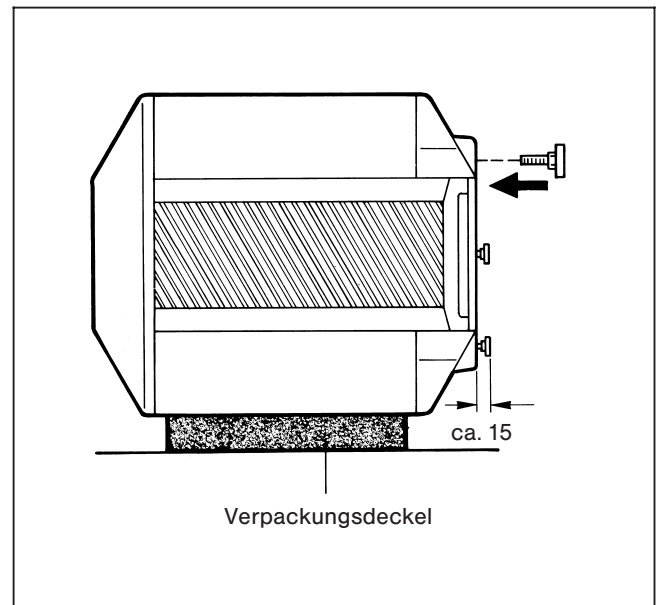

Abb. 3
- Verpackungsdeckel abnehmen und als Unterlage auf den Boden legen (Abb. 3).
- Speicher über die Kante der Bodenpalette mit der Seite auf den Verpackungsdeckel legen (Abb. 3).
- 3 Fußschrauben unten in den Speicherbehälter bis auf ca. 15 mm eindrehen (Abb. 3).